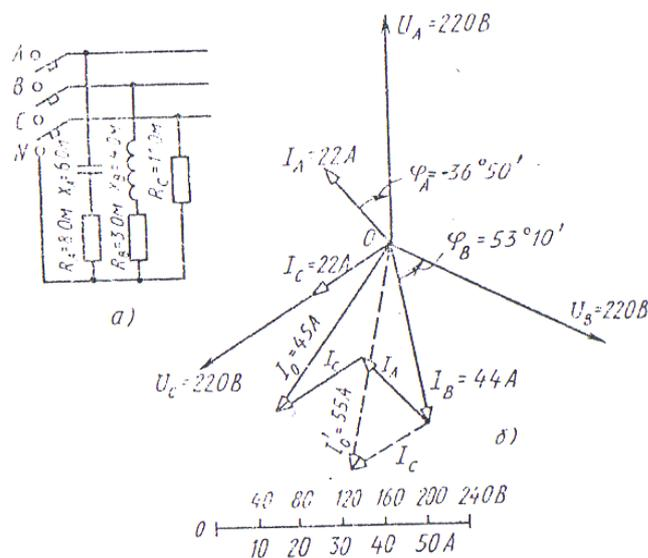

Рис. 5
3) В четырех проводную сеть включена несимметричная нагрузка, соединенная в звезду (рис. 5, а). Линейное напряжение сети ($U_{\text{ли}} = 380 \text{ В}$). Определить токи в фазах и начертить векторную диаграмму цепи в нормальном режиме и при отключении автомата в нулевом проводе А. Из векторных диаграмм графически найти ток в нулевом проводе в обоих случаях.
2. Для построения векторной диаграммы выбираем масштабы по току: 1 см — 10 А и напряжению: 1 см — 40 В. Построение диаграммы начинаем с векторов фазных напряжений U_A, U_B, U_C (рис. 5, б), располагая их под углом 120° друг относительно друга. Чередование фаз обычное: за фазой A — фаза B , за фазой B — фаза C . В фазе A угол сдвига $\varphi_A < 0$, т. е. ток I_A опережает фазное напряжение U_A на угол $\varphi_A = 30^\circ 50'$. Длина вектора тока I_A в принятом масштабе составит $22/10 = 2,2$ см, а длина вектора фазного напряжения $U_A = 220/40 = 5,5$ см. В фазе B угол сдвига $\varphi_B > 0$, т. е. ток отстает от фазного напряжения U_B на угол $\varphi_B = 53^\circ 10'$; длина вектора тока I_B равна $44/10 = 4,4$ см. В фазе C ток и напряжение U_C совпадают по фазе, так как $\varphi_C = 0$. Длина вектора тока I_C составляет $22/10 = 2,2$ см.